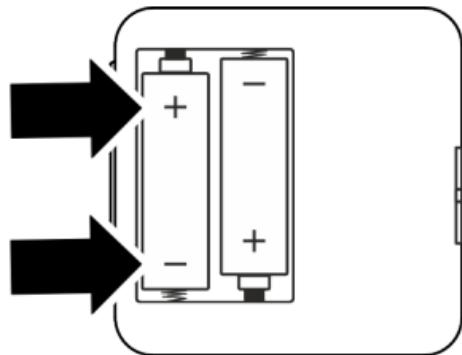

Fig. 5: Insertion des piles
6. Insérer les 2 piles alcalines de type 1,5 V AA LR6 dans le couvercle du boîtier en respectant la polarité (Fig. 5).
8. Insérer les 2 piles alcalines de type 1,5 V AA LR6 dans le couvercle du boîtier en respectant la polarité (Fig. 5).